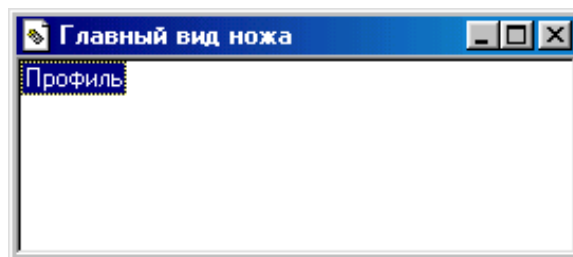

Рисунок 1.81 – Курсорне меню проектування головного виду ножа
– активацію команди “Малювання головного виду на складальному кресленні” рекомендується виконувати після проектування пакета штампа. На плані низу в іншому шарі основним типом лінії показані контури встановлених ножів із проставленими номерами. Вказується номер контуру для креслення ножа на головному виді штампа. На екрані з’являється фантом головного виду ножа й курсорне меню (рис. 1.81).